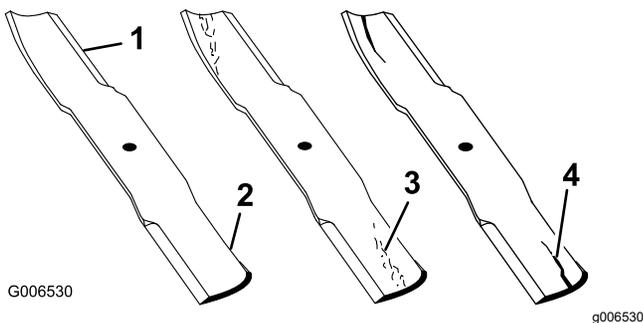

Bild 142
2. Prüfen Sie die Schnittkanten des Messers sorgfältig, insbesondere dort, wo die geraden Flächen die gebogenen berühren, siehe Bild 142.
Hinweis: Da Sand und anderes reibendes Material das Metall abschleifen kann, das die flachen und die gebogenen Teile verbindet, müssen Sie das Messer vor jedem Einsatz des Rasenmähers prüfen. Wenn Sie Abnutzungen feststellen, sollten Sie das Messer auswechseln (Bild 142).